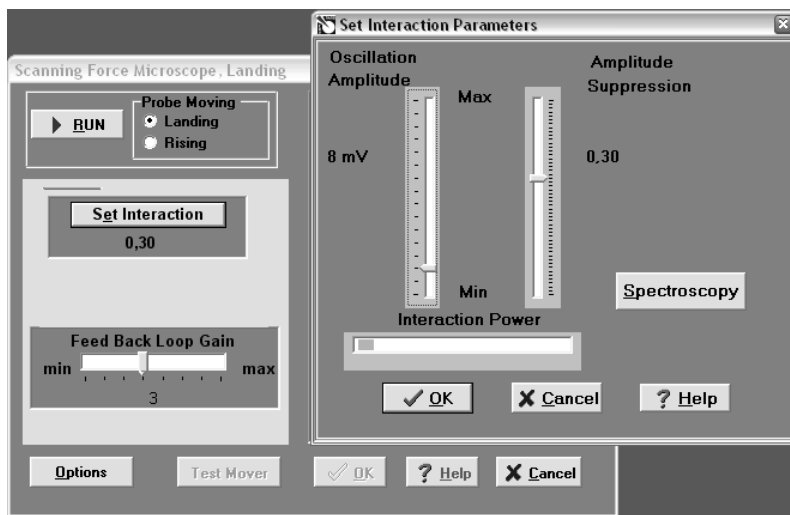

Рис. 2.19. Окно установки величины взаимодействия зонда и образца
- нажать кнопку *Set Interaction* и убедиться, что параметр *Amplitude Suppression* в окне *Set Interaction* (рис. 2.19) имеет величину около 0,3. Нажать кнопку *Normalize*. Мерцание и красный цвет надписи на кнопке *Normalize* напоминают пользователю о необходимости выполнить это действие перед началом подвода. Выполнять операцию *Normalize* имеет смысл при отсутствии взаимодействия зонда и образца. После выполнения команды *Normalize* правый индикатор *Probe Oscillation Amplitude* целиком заполняется бордовым цветом. Это означает, что амплитуда колебаний зонда в данный момент принята за единицу.